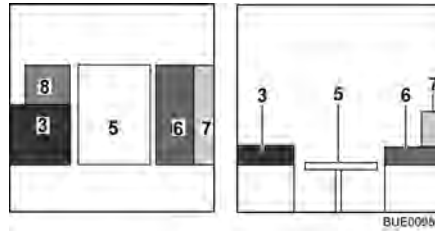

Bild 109 Under ombyggnaden
- Tryck på tryckknappen på sittbänken och dra ut sitsförlängningen (Bild 109,8) framåt.